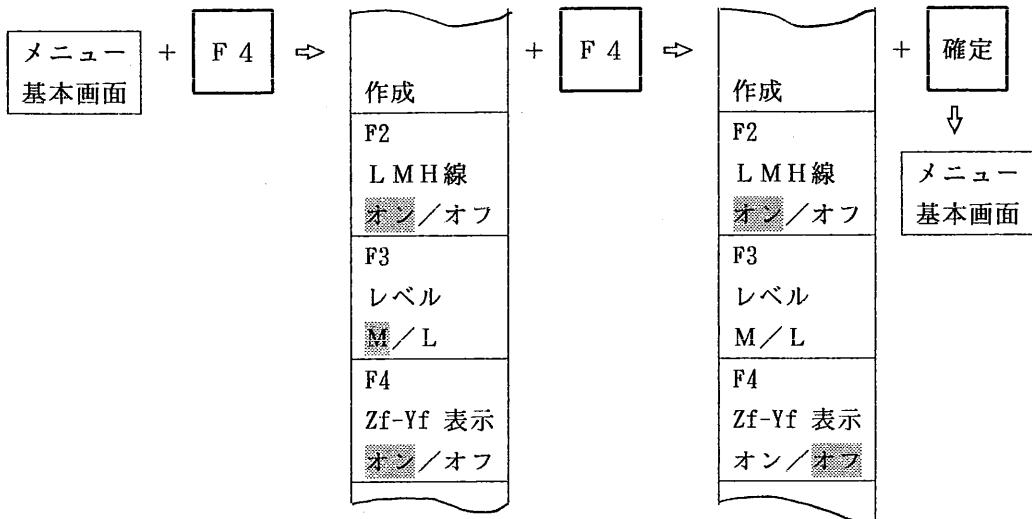

図 9.3.14 Zf-Yf表示のオンの手順
- ① 選択キー〔F 4〕を1回押すと図9.3.14の選択メニューが表示されます。このメニューの〔F 4〕の項を見ると、〔オフ〕の部分にカーソルがあります。
- ② [オン]に切り替える場合には、選択キー〔F 4〕を1回押します。カーソルが〔オン〕に移りますからそれを確認して確認キーを1回押します。